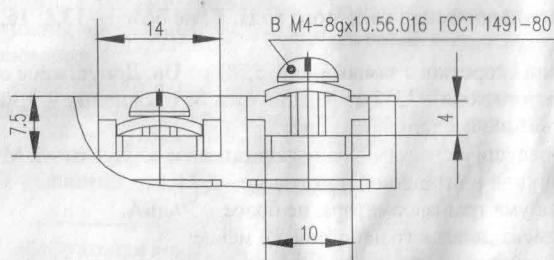

Рисунок 2 – Присоединительные размеры трансформатора.
3.7 Подключение трансформатора к питающей электросети и к сети местного освещения следует производить присоединением проводов методом втычного контакта к верхним зажимам контактных скоб клеммного блока (см.рисунок 2).